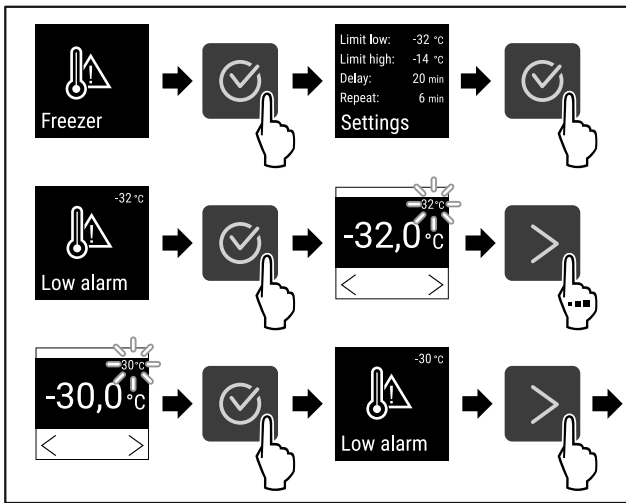

Fig. 97
- ▶ Провести етапи операцій (див. Fig. 97).